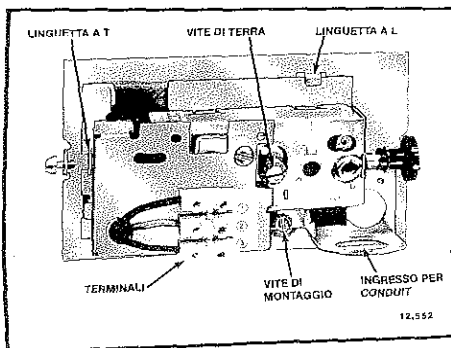

FIG. 2 - VISTA INTERNA DELL'UMIDOSTATO.
4. Ricollocare lo strumento sulla basetta servendosi delle apposite linguette come guide e serrare le viti di montaggio (fare riferimento a fig. 2).
Inserire i conduttori attraverso il foro praticato nella basetta posteriore o attraverso il conduit laterale (fare riferimento alla Fig. 2). Se questi non viene impiegato, chiuderlo con l'apposito tappo.